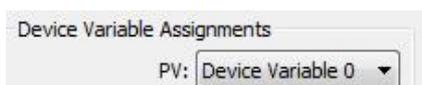

Рисунок 5.40 Выбор переменных устройства
1. Выбираем "detailed design"->"device variable assignment" -> «device variable assignment», соответствующее выпадающему списку «main variable», как показано на рис. 5.40 :